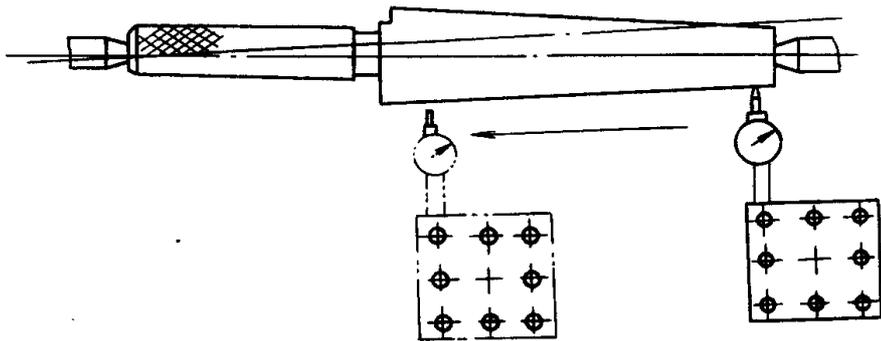

图 c-53 用锥度量棒偏移尾座
3) 用锥度量棒或试件偏移尾座 先把锥度量棒或试件装夹在两顶尖之间, 在刀架上装一百分表, 使百分表测头与量棒或试件表面接触。百分表的测量杆要垂直量棒或试件表面, 且测头位于通过量棒或试件轴线的水平面内。然后偏移尾座, 纵向移动床鞍, 使百分表在两端的读数一致后, 固定尾座即可, 如图 c-53 所示。使用这种方法偏移尾座, 须选用的锥度量棒或试件总长应与所加工的总长相等, 否则, 加工出的锥度是不正确的。